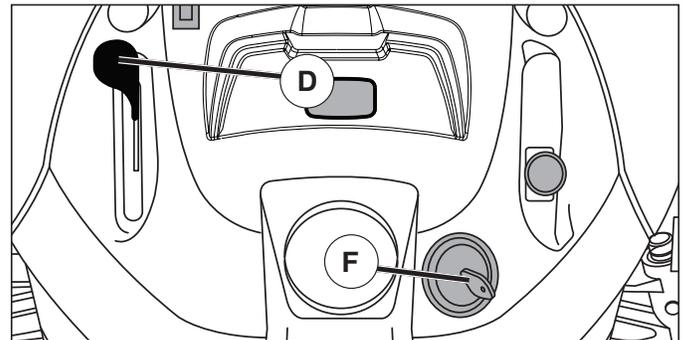

Fig. 6
- Placer la commande des gaz en position (D) « SLOW » (lent).
- Tournez la clé de contact à la position coupée (F) STOP et enlevez-la. Enlevez toujours la clé de contact quand vous quittez le tracteur pour empêcher l'emploi non autorisé.
## POUR UTILISER LA COMMANDE DES GAZ (D) (Voir la Fig. 6)